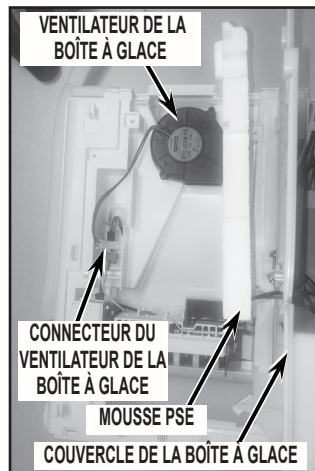

FIGURE 14
17. À l'aide d'un tournevis plat, retirer les 5 vis de 1/4" fixant le couvercle de la boîte à glace à l'ensemble. Retirer le couvercle de la boîte à glace et suffisamment de mousse PSE pour révéler le ventilateur de la boîte à glace et ses raccords de câblage. Voir la *Figure 14*.